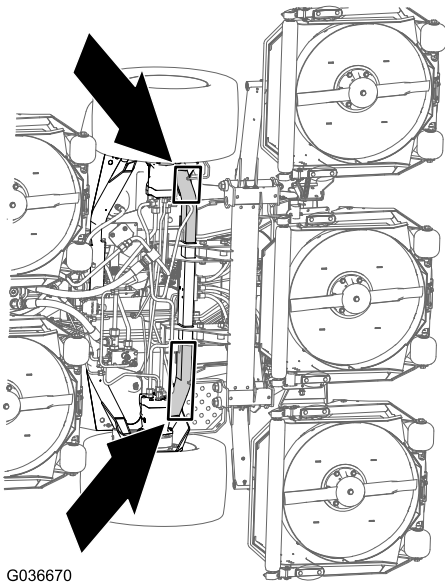

Figure 77
**Avant de la machine** – sur le cadre, devant les moteurs des roues motrices (Figure 77).